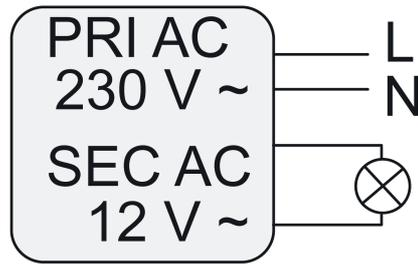
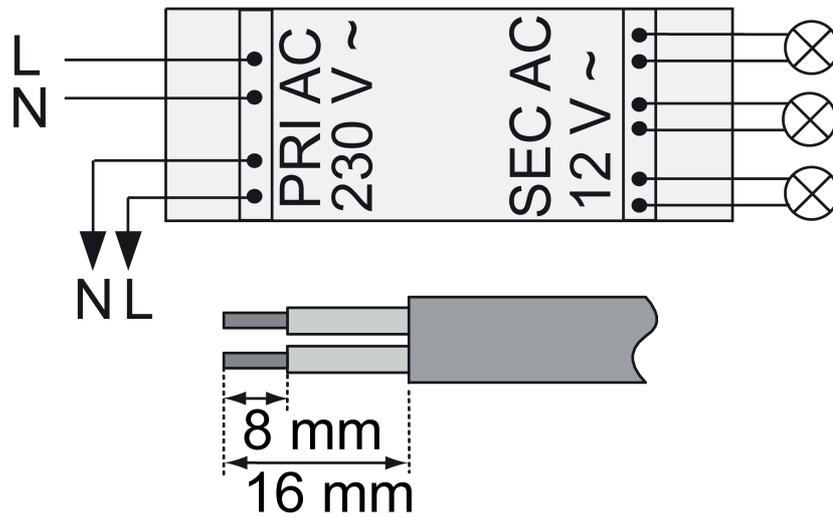
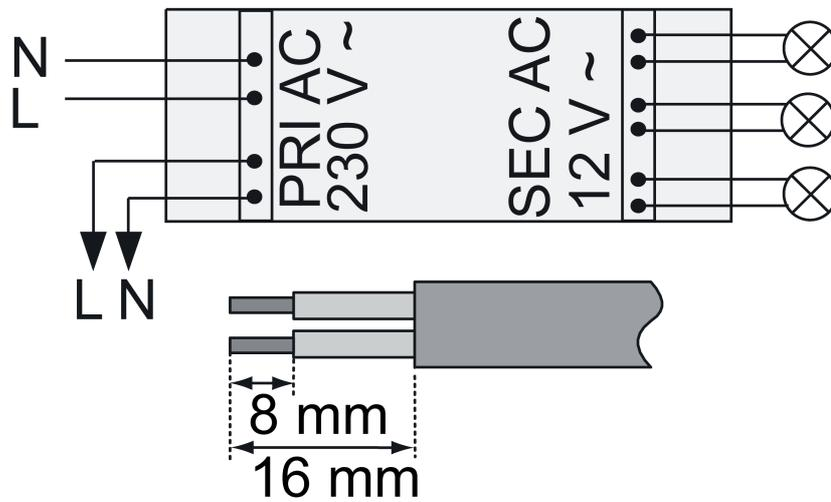
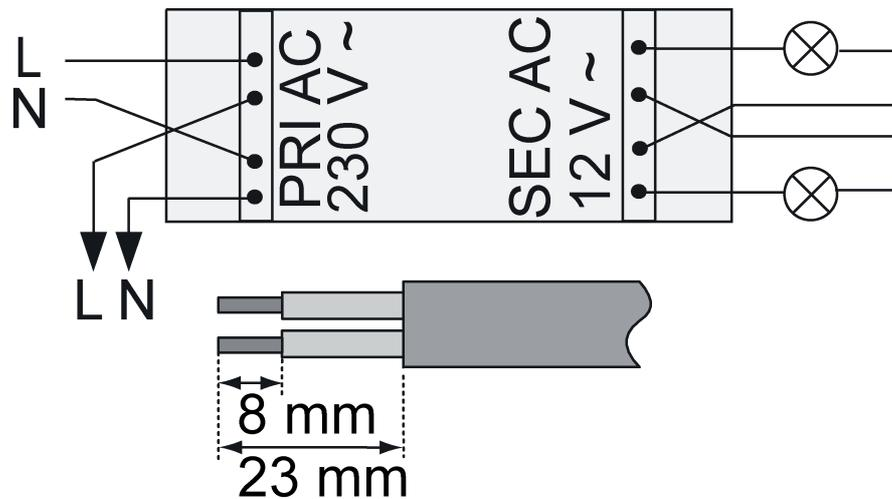

Figure 4
Figure 5
Figure 6
Figure 7
- Raccorder le transformateur Tronic conformément au schéma de raccordement correspondant (figure 3), (figure 4), (figure 5), (figure 7), (figure 6).